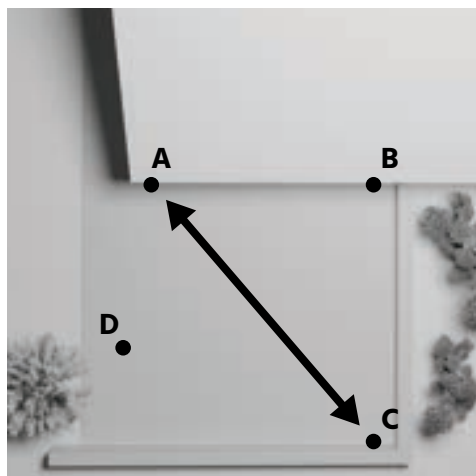

Figura 1
- **Los postes con fijación boma** tienen que **estar orientados hacia el anclaje opuesto** para recrear la diagonal del cuadrilátero. (ver figura 1)